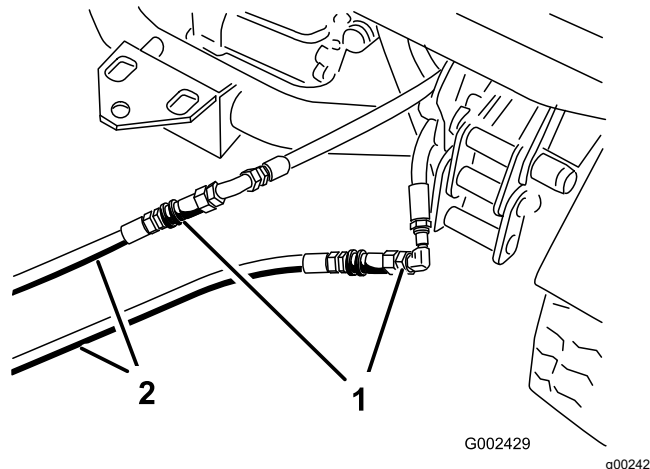

Bild 75
3. Schließen Sie an der defekten Maschine die beiden Überbrückungsschläuche an die Schläuche an, die abgeschlossen wurden (Bild 75).